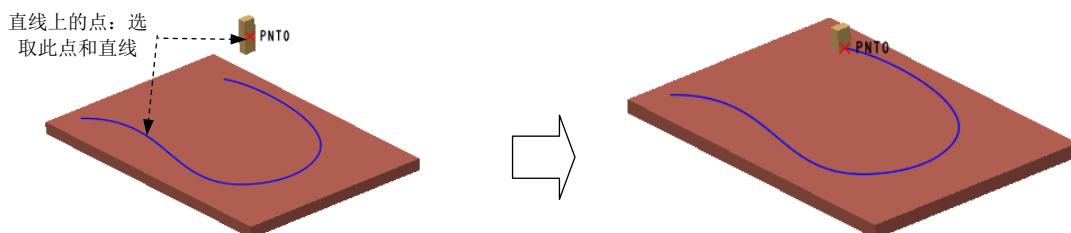
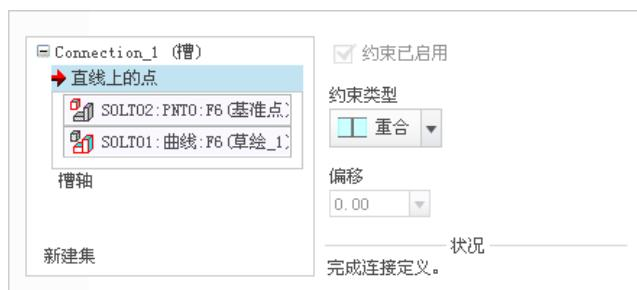

图 3.10.1 创建槽 (Solt) 连接
图 3.10.2 “直线上的点” 约束参考
- Step4. 引入第二个元件 SOLT02.prt，并将其调整到图 3.10.1 所示的位置。
- (1) 在连接列表中选取 槽 选项，此时系统弹出“元件放置”操控板，单击操控板
(2) 定义“直线上的点”约束。选取图 3.10.1 所示的点和曲线为约束参考，此时**放置**界面如图 3.10.2 所示
(1) 在图 3.10.2 所示的**放置**界面下方单击“新建集”字符，在“元件放置”操控板的机械连接约束列表中选择 平面 选项，如图 3.10.3 所示。